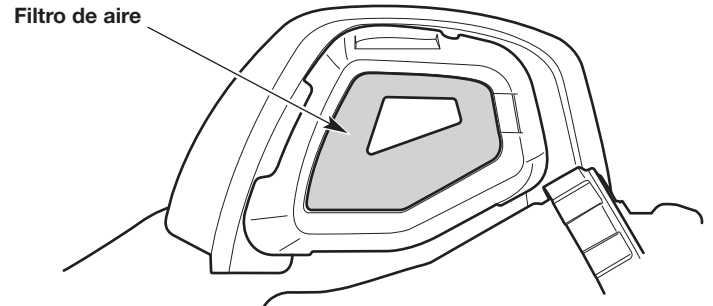

Fig. 38
2. Extraiga el filtro de aire (Fig. 38).
6. Vuelva a instalar el filtro de aire (Fig. 38).